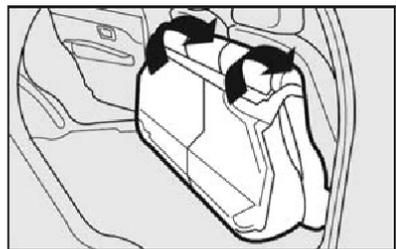

fig. 100
O banco traseiro bipartido em algumas versões fig. 100 permite ampliar apenas parte do porta-malas, tendo a opção de rebater o banco individual ou duplo.
1) Rebatem para trás o banco traseiro completo utilizando os puxadores fig. 100.